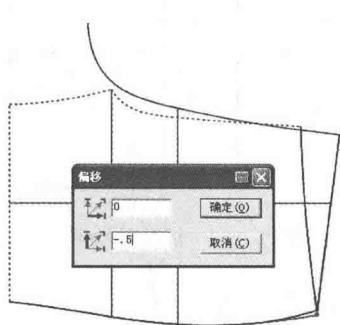

图 7-116 调整后腰围线
(35) 选择  【调整】工具腰口线侧缝端点按【Enter】键,输入横向偏移量 -0.5cm (图 7-116)。